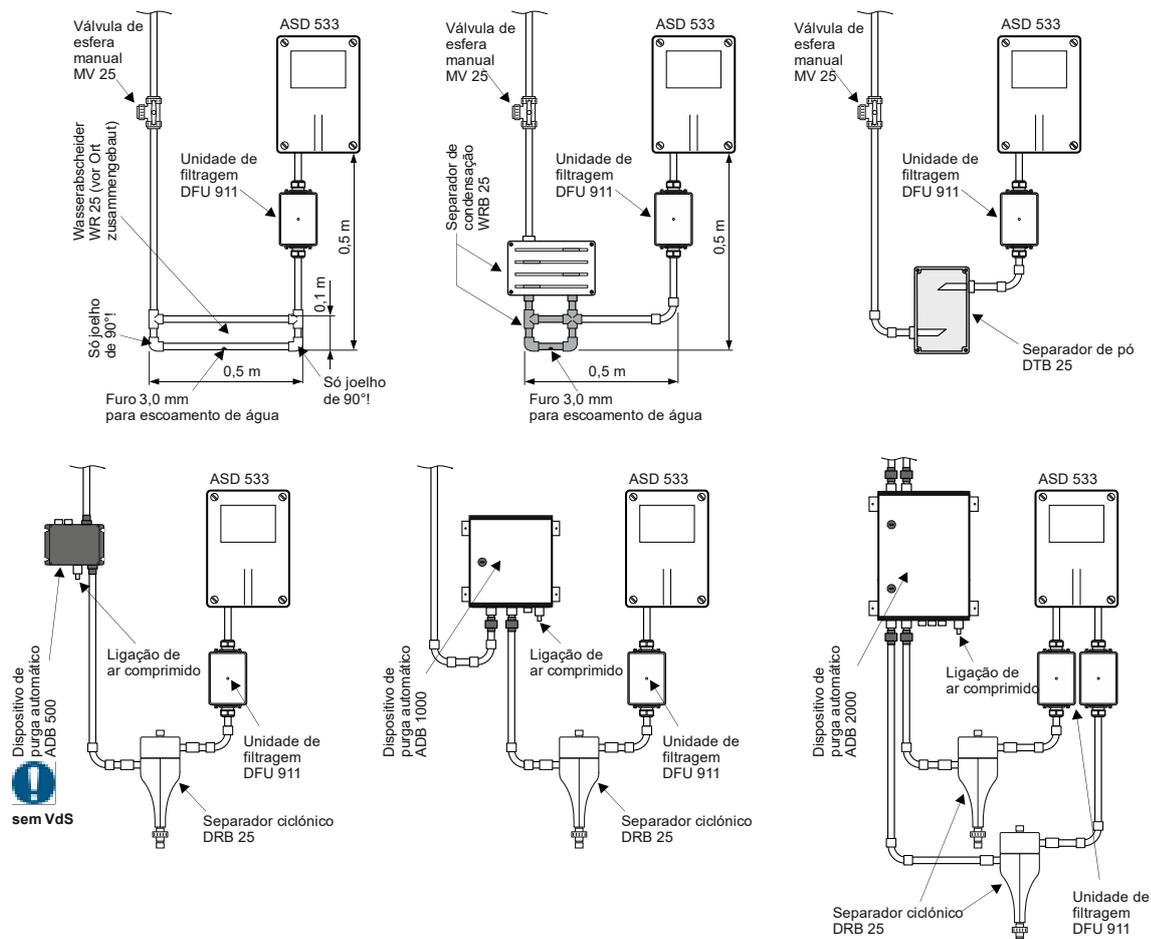

Fig. 29 Montagem dos acessórios
- Os locais de montagem do separador de condensação, separador de pó e separador ciclônico estão ilustrados na **Fig. 29**.